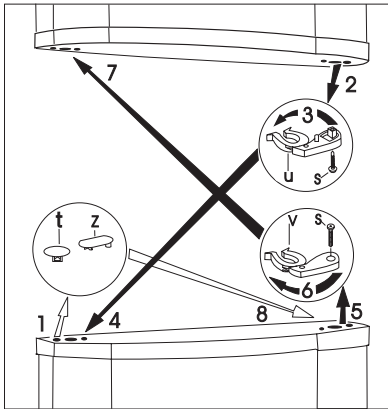

Fig. 5.
- Retirez les arrêtoirs des deux portes (t, z) (Fig. 5).